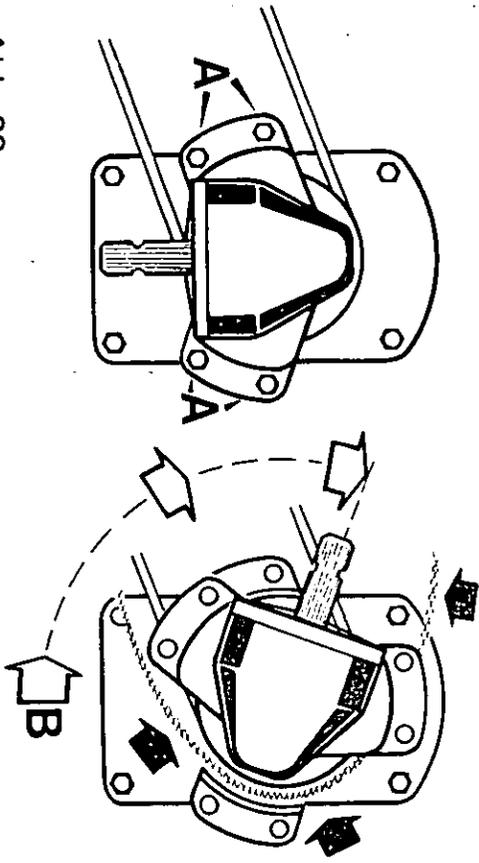

Abb. 28
Gelenkwellenschutz und Gelenkwelle abnehmen. Keilriemenschutzblech entfernen. Schrauben (A Abb. 28) des zentralen Antriebes lösen. Getriebegehäuse in Richtung der Pfeile (B) soweit schwenken, bis ein schmaler Spalt zum Herausnehmen bzw. Einlegen des Keilriemens in die Scheiben entsteht. Nun läßt sich der Keilriemen über das Gehäuse abnehmen bzw. einlegen. (Abb. 28 zeigt das Auswechseln des, in Fahrtrichtung gesehen, linken Keilriemens. Für den rechten Keilriemen muß das Gehäuse entsprechend in die andere Richtung geschwenkt werden).